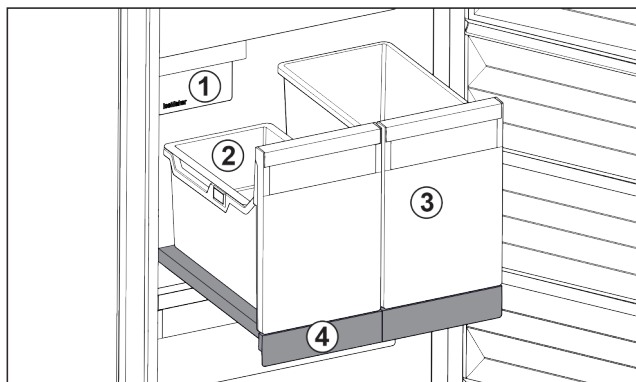

Fig. 79 Vysouvací přihrádka s IceTower
- (1) IceMaker
- (2) Závěsná miska pro kostky ledu
- (3) Nádobka např. pro pizzu, alkoholické nápoje
- (4) Vysouvací přihrádka
Na vysouvací přihrádce jsou dvě vysoké nádoby (IceTower). V nádobě Fig. 79 (2) se shromažďují a skladují kostky ledu z IceMaker. Nádobka Fig. 79 (3) se hodí pro skladování vysokých potravin jako pizzy nebo alkoholické nápoje.